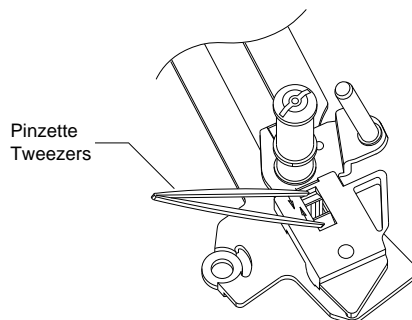
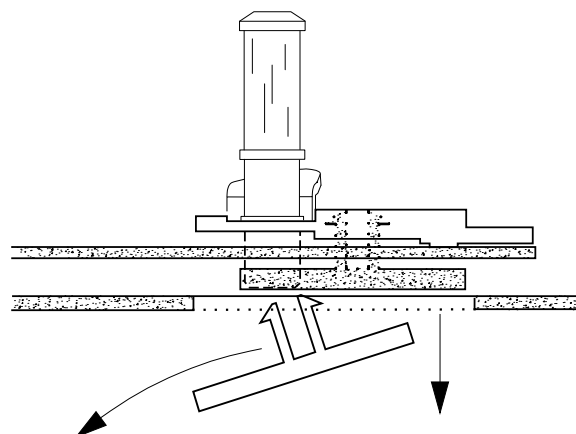

Fig. 14
Fig. 15
- Mit einer Pinzette die beiden Schnapphaken zusammendrücken und die Umlenkrolle von der Platte (Fig. 14) abnehmen.
- Compress the two snap hooks by means of tweezers and remove the reverse roller from the holding plate (Fig. 14).
- Mit einer Pinzette die beiden Schnapphaken zusammendrücken (Fig. 14) und die Umlenkrolle "A" von der Platte "B" abnehmen (Fig. 15).
- Fädelarmlinks aus der Platte aushängen und diese durch die Aussparung im Chassis nach unten aus dem Laufwerk entfernen (Fig. 15).
- Unhook the tension arm spring (pos. 11) to avoid the tension arm spring being pre-loaded.
- At the bottom side of the tape deck, partially unhook the sensor print and remove the tension lever (pos.112).
- Compress the two snap hooks by means of tweezers (Fig. 14) and remove the reverse roller "A" from the plate "B" (Fig. 15).
- Release the loading arm (left) from the holding plate and withdraw the latter through the cutout in the chassis (Fig. 15).